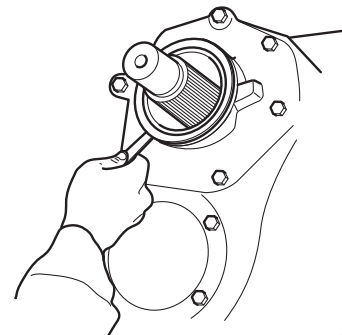

Figura 12
9. Utilice un calibrador de hojas para verificar el claro en las tres posiciones del eje. Si el claro es menor que 0.005 pulg. (0.127 mm) alrededor de la circunferencia de la brida del sello, el sello está instalado correctamente. Figura 12.
13. Utilice un calibre de hojas para verificar el claro del sello en la posición de entrada de la caja de transferencia. Si el claro es menor que 0.005 pulg. (0.127 mm) alrededor de la circunferencia de la brida del sello, el sello está instalado correctamente. Figura 12.